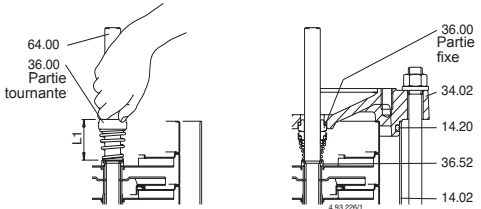

Fig. 5 Montage de l'étanchéité mécanique
Pour le démontage et le remontage observer la construction sur le dessin en coupe (chap. 14.) et les figures 5, 6.
5. Enlever les vis (61.07) et **extraire la lanterne** (32.00) avec le roulement à billes (66.00) et l'accouplement (64.22) du couvercle supérieur (34.02) et de l'arbre (64.00) (fig. 5 b).
7. **Extraire le couvercle supérieur** (34.02) de l'arbre (64.00) et de la chemise externe (14.02) - ou avec la chemise externe du corps de pompe (14.00) - utiliser une cale de bois en faisant levier sur tout le pourtour (fig. 5 c).
Extraire la garniture mécanique (36.00), la partie tournante sur l'arbre (64.00) en faisant attention à ne pas rayer l'arbre et la partie fixe du couvercle supérieur (32.02). Pousser la partie tournante sur l'arbre (64.00) jusqu'à la bague d'appui (36.52) sans comprimer le ressort. Contrôler la longueur avant et après le glissement et soulever la bague tournante jusqu'à la longueur initiale (L1 dans la fig. 5). De cette manière, la compression correcte du ressort au montage de la partie fixe sera assurée (L2 dans la fig. 6b).